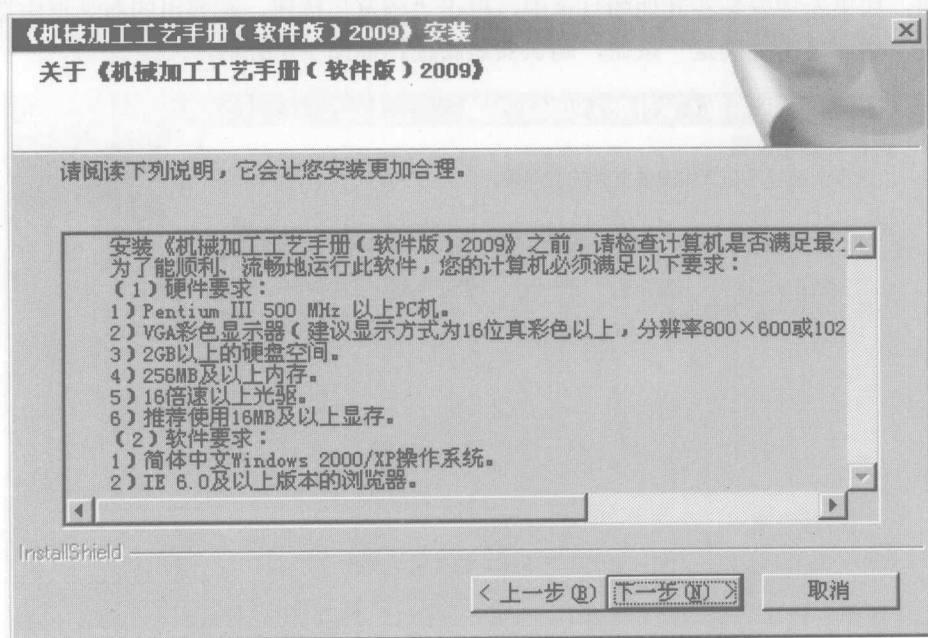

图 1-3 软件信息界面
(4) 进入如图 1-3 所示的软件信息界面，在此界面中概要介绍了在计算机上安装《机械加工工艺手册（软件版）2009》的最低安装要求，单击“下一步”按钮。